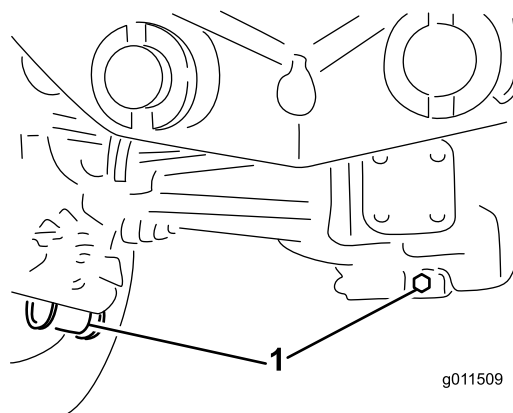

Figura 108
2. Pulite attorno ai tre tappi di spurgo, uno per lato ed uno in centro (Figura 108).